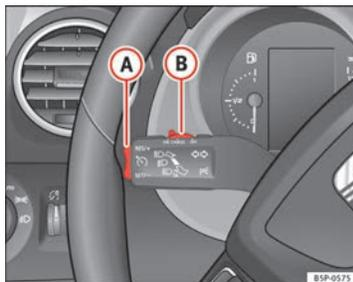

Fig. 153 Alavanca das luzes indicadoras de mudança de direção e dos máximos: comando e botão basculante para o regulador de velocidade
- Depois de se atingir a velocidade que se pretende memorizar, pressionar brevemente a parte inferior do botão basculante **SET/-** → Fig. 153 **A** uma vez.